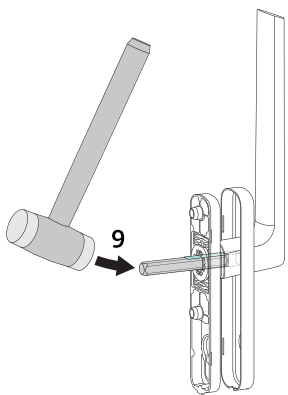
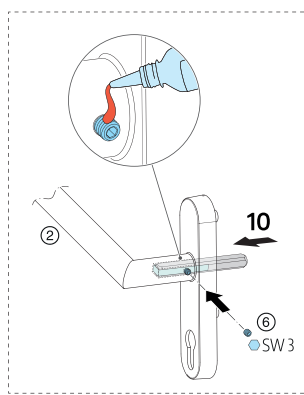

Abb. 7
Abb. 8
die Position der Distanzfolie anpassen oder eine zusätzliche Folie verwenden, siehe 1,2,3. **Abb. 7:** Vierkant unter Verwendung eines Schonhammers wieder in die Rastbuchse der Griffrosette einschlagen (9). **Abb. 8:** Bei MACO Unity Griff den Vierkant mit Distanzfolie in die Griffrosette einschieben. Madenschraube ⑥ der Handhabe ② mit hochfestem Schraubensicherungsack versehen und mittels Innensechskant SW 3, Handhabe und Vierkant miteinander verbinden (10).